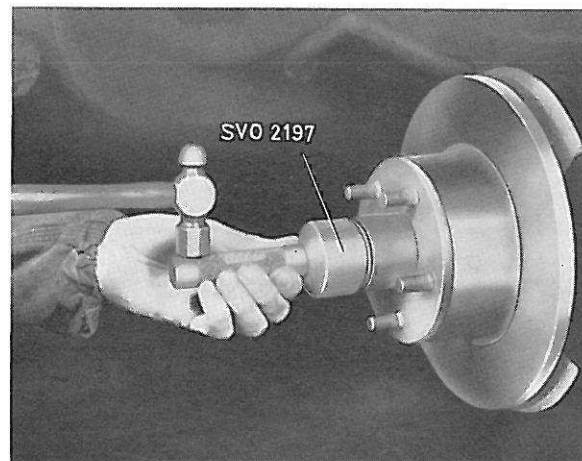
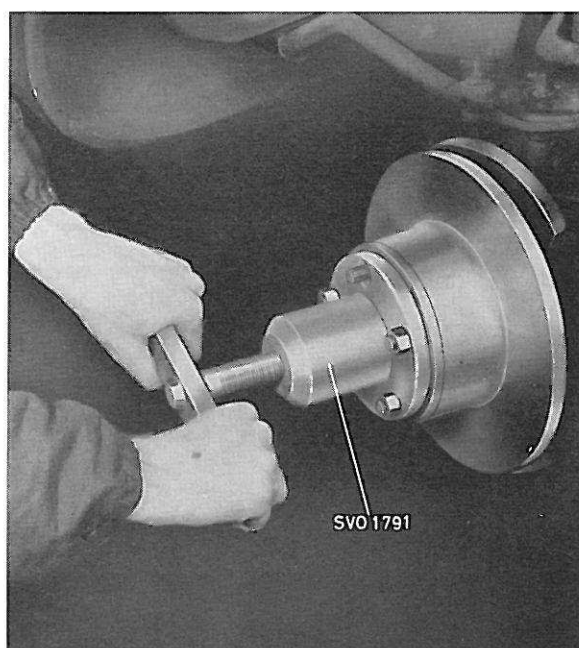

Figure 24. Enlèvement du chapeau de moyeu
Figure 25. Dépose du moyeu
3. Démontez le chapeau de moyeu à l'aide du mandrin SVO 2197 (figure 24). Enlever la goupille fendue et l'écrou crénelé. Retirer le moyeu en se servant de l'extracteur SVO 1791 (figure 25). Extraire le roulement intérieur de la fusée de roue en se servant de l'extracteur SVO 1794 (figure 26) en cas de nécessité.